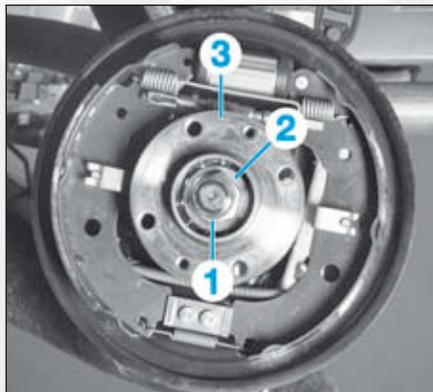

FIG.26
- l'écrou du moyeu (1) (Fig.26),
- l'entretoise (2),
- le moyeu (3),